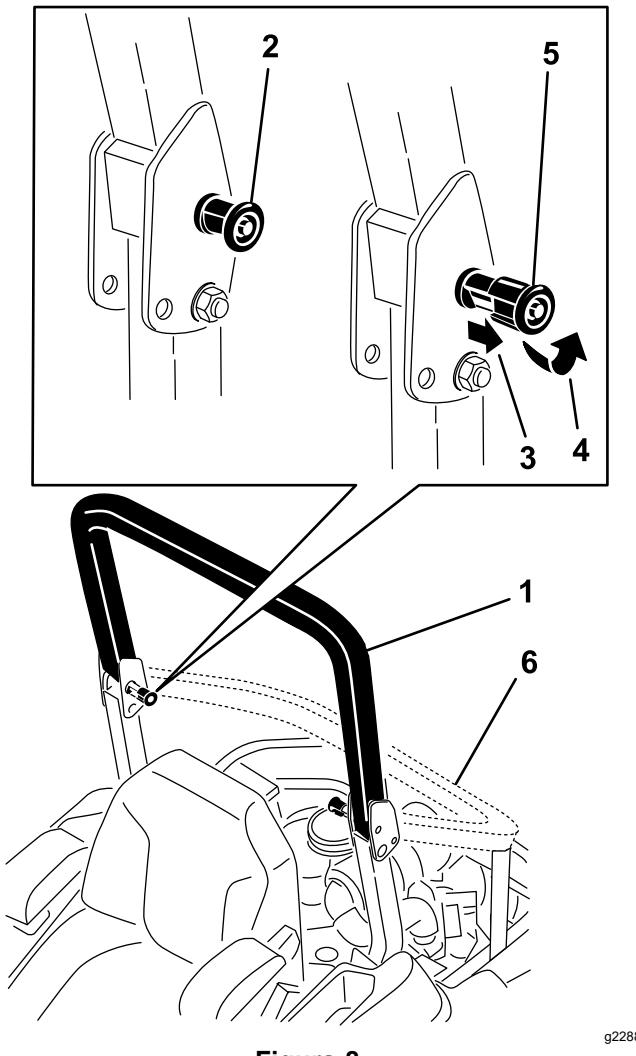

Figura 8
2. Tire de ambos pomos hacia fuera y gírellos 90 grados para desengranarlos (Figura 8).
3. Baje la barra antivuelco (Figura 8).
1. Eleve la barra anti-vuelco a la posición de trabajo y gire los pomos hasta que se introduzcan parcialmente en las ranuras (Figura 8).
2. Eleve la barra antivuelco a la posición vertical, presionando sobre la parte superior de la misma; las clavijas encajarán en cuanto se alineen con los orificios (Figura 8).